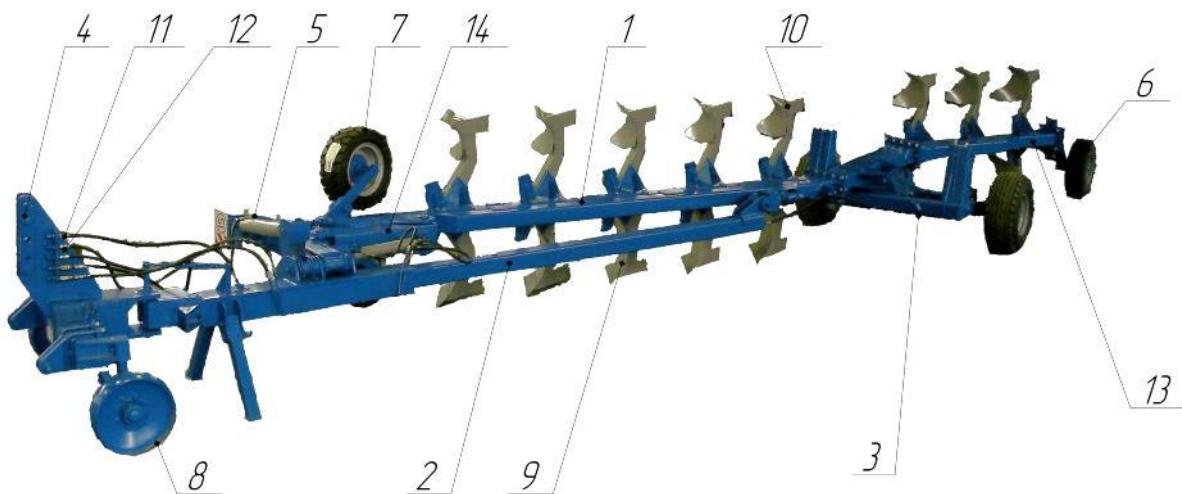

Рисунок 1. Плуг полуавесной оборотный.
-бороздными колесами п.7 рис.1. В работе эти колеса катятся по дну борозды.
-положением навески плуга п.4 рис.1. Для тракторов, с опцией фиксированного положения нижних рычагов задней гидронавески, положение навески плуга регулируется этой опцией. Для тракторов без вышеуказанной опции, положение навески плуга регулируется колесами навески п.8 рис.1.
- положением опорных колес транспортной тележки п.3 рис.1. На рисунке 3 представлены регулировки транспортной тележки.
- положением колеса заднего колесного механизма п.6 рис. 1